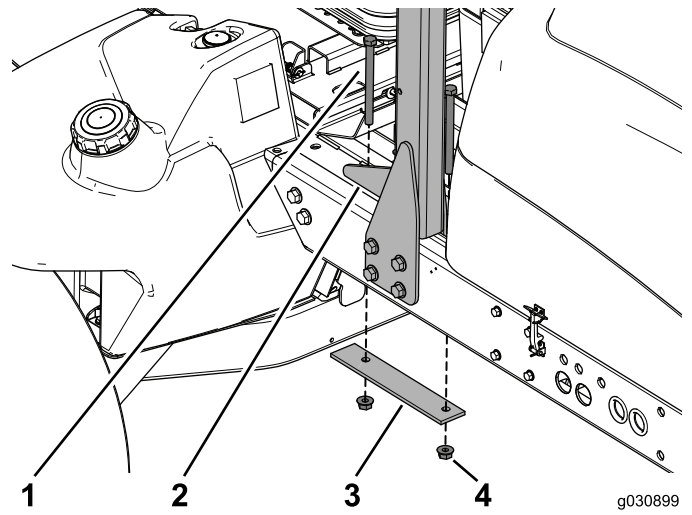

图2
3. 拆下 2 个螺栓、加强板，以及将 ROPS 固定到机架顶部的凸缘螺母（图2）。